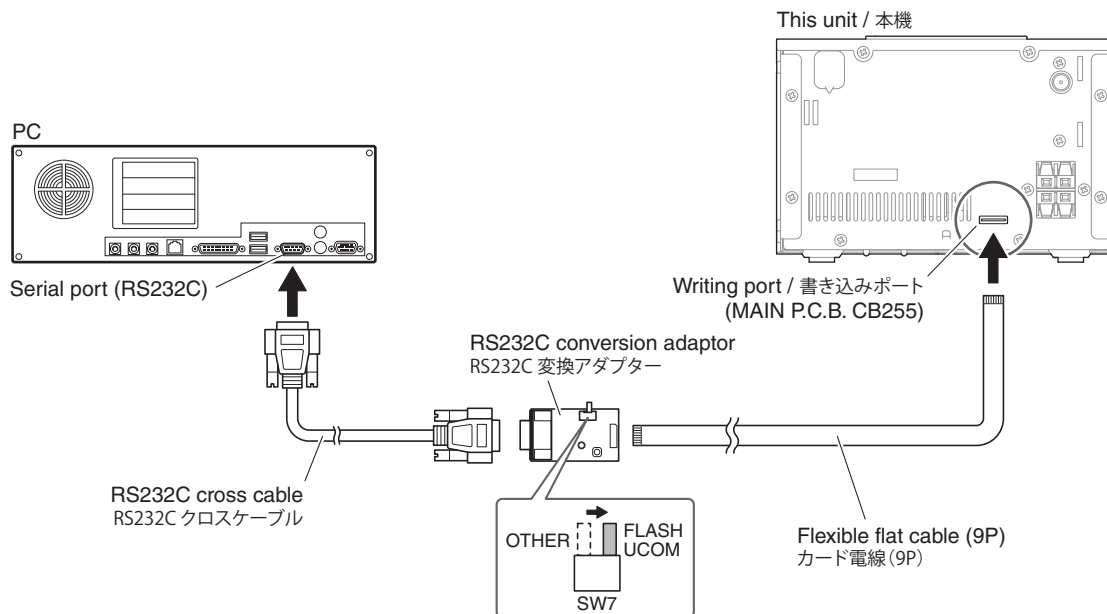

Fig. 1
- 1. Set the switch (SW7) of RS232C conversion adaptor to the "FLASH UCOM" position. (Fig. 1)
- 2. Connect the writing port (CB255 of MAIN P.C.B.) located on the rear panel of this unit to the serial port (RS232C) of the PC with RS232C cross cable, RS232C conversion adaptor and flexible flat cable as shown below. (Fig. 1)
- 1. RS232C 変換アダプターのスイッチ (SW7) を "FLASH UCOM" 側に設定します。(Fig. 1)
- 2. 本機の書き込み用ポート (MAIN P.C.B. の CB255) と PC のシリアルポート (RS232C) を下記のように接続します。(Fig. 1)